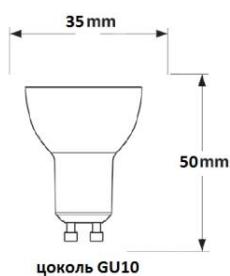

Рис. 13
6. Установите новую лампочку (рис. 13), действуя в обратном порядке.